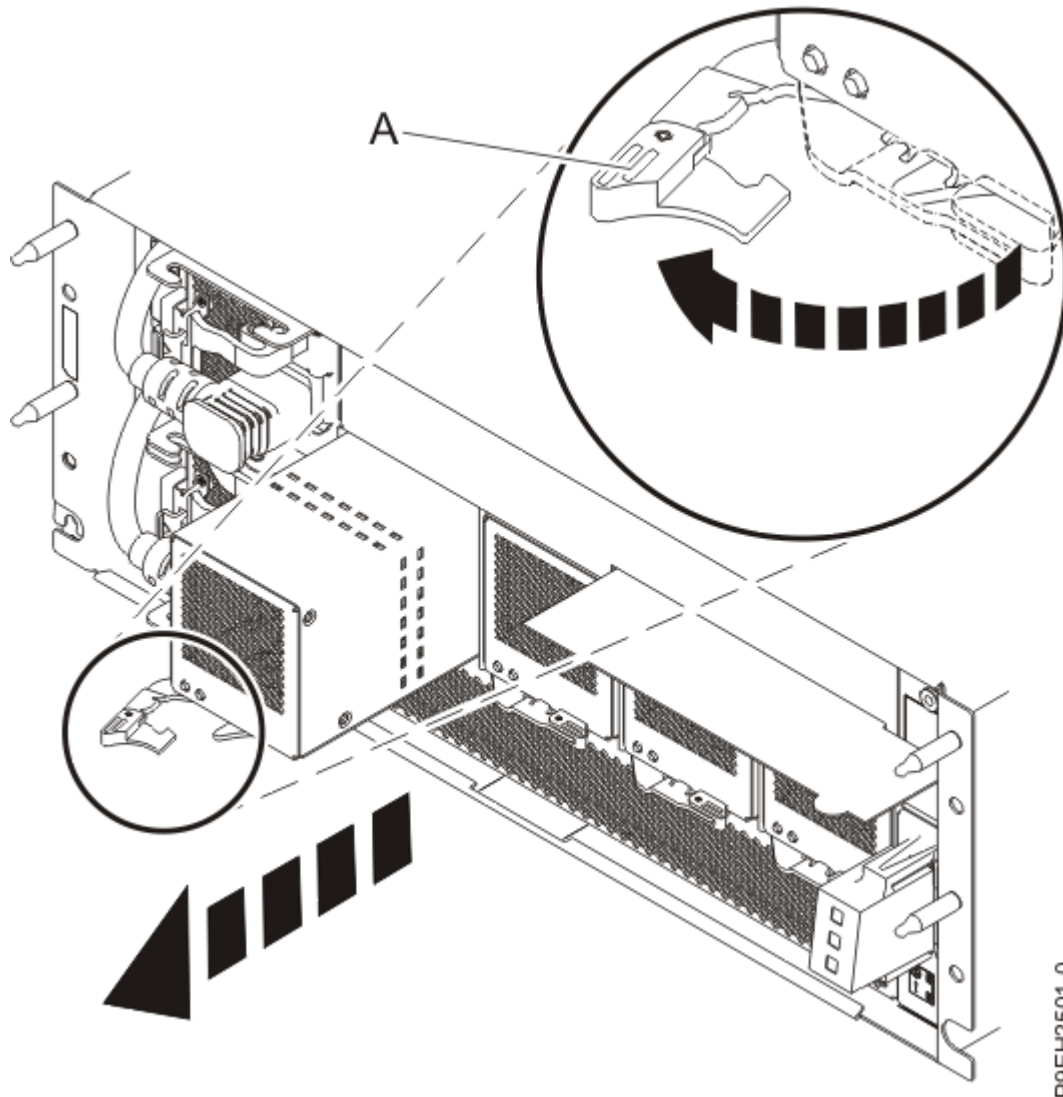

Abbildung 4. Lüfter aus dem Einschub für EMX0-PCIe3-Erweiterungen ausbauen
2. Drehen Sie den Lüftergriff **(A)** in die in Abbildung 4 auf Seite 5 gezeigte Richtung, um den Lüfter zu entriegeln.
3. Fassen Sie den Lüftergriff **(A)**, stützen Sie gleichzeitig die Unterseite des Lüfters mit der Hand ab und ziehen Sie den Lüfter aus seiner Position heraus. Siehe Abbildung 4 auf Seite 5.